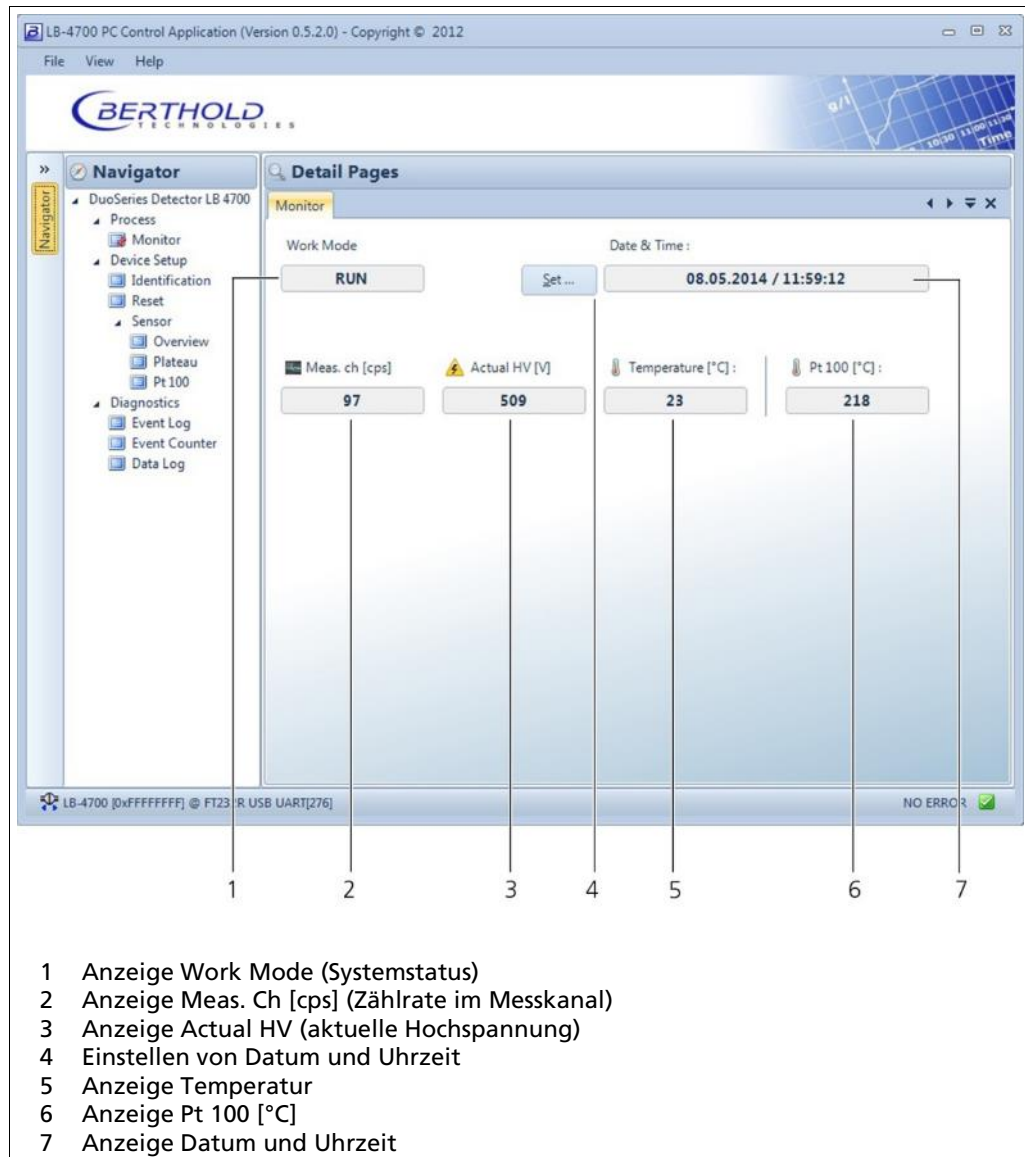

Abb. 31 Process | Monitor
1. Klicken Sie auf den Button **<Set ...>**. (Abb. 31, Pos. 4), um Änderungen an Datum und Uhrzeit vorzunehmen.